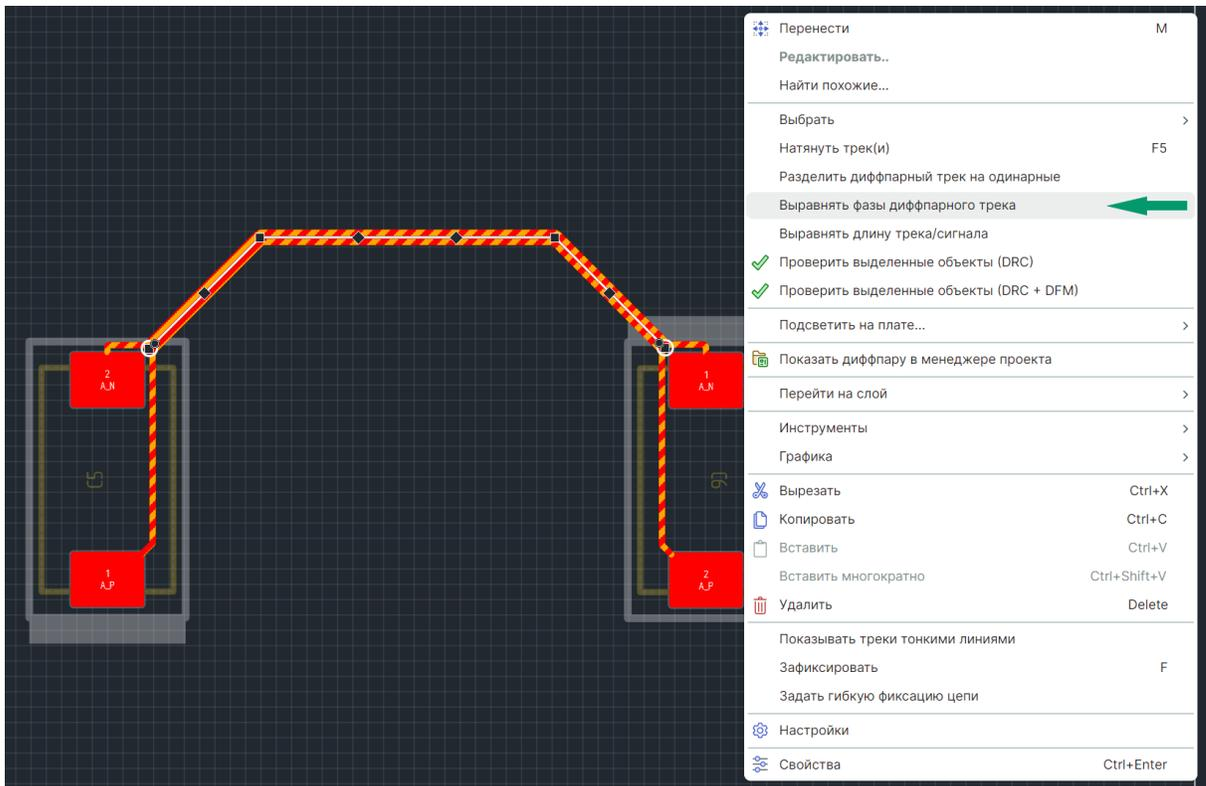

Рис. 350 Выравнивание фаз дифференциальной пары
2. Из контекстного меню выберите пункт «Выровнять фазы дифференциального трека», см. Рис. 350.